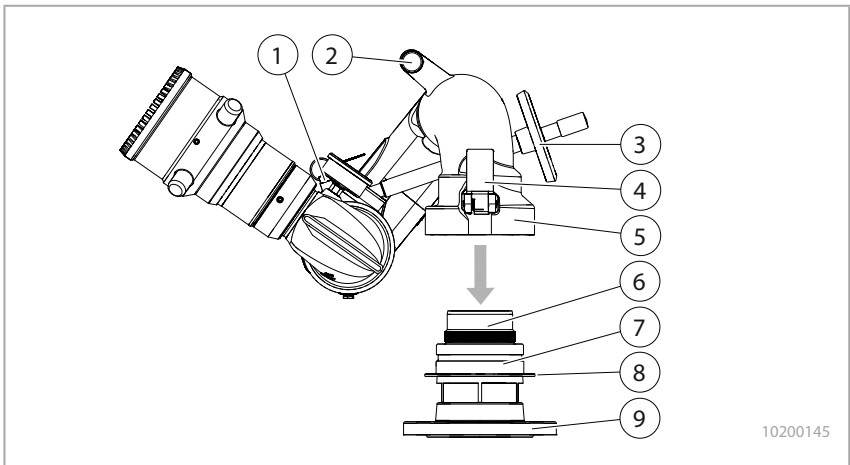

Fig. 9 Handhabung stationärer Monitor
- ✓ Der stationäre Flansch (Fig. 9/9) ist mit der Pumpe verbunden.
1. Den Klemmhebel der Rotationsbremse (Fig. 9/4) nach oben lösen.
2. Die Schnellbefestigung des Monitors (Fig. 9/5) auf das Unterteil der Schnellbefestigung am Montageflansch (Fig. 9/6) aufsetzen. Der Entriegelungsring (Fig. 9/8) darf nicht einrasten und der Monitor muss sich frei drehen lassen.
4. Prüfen Sie, ob der Federriegel (Fig. 9/1) zur Begrenzung des Höhenwinkels arretiert ist.
- Drehbewegungen (horizontal) mit dem Handhebel (Fig. 9/2)
- Höhenverstellung (vertikal) mit dem Handrad (Fig. 9/3)
2. Durch Herunterdrücken des Klemmhebels (Fig. 9/4) die Rotationsbremse aktivieren.
6. Den Entriegelungsring (Fig. 9/8) nach oben ziehen und den Monitor senkrecht nach oben aus der Schnellbefestigung herausnehmen.